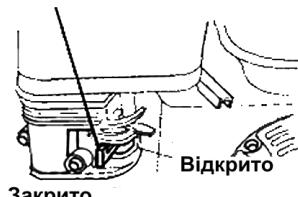

Рисунок 18
3) Переведіть паливний важіль у положення «Закрито» (рисунок 18).